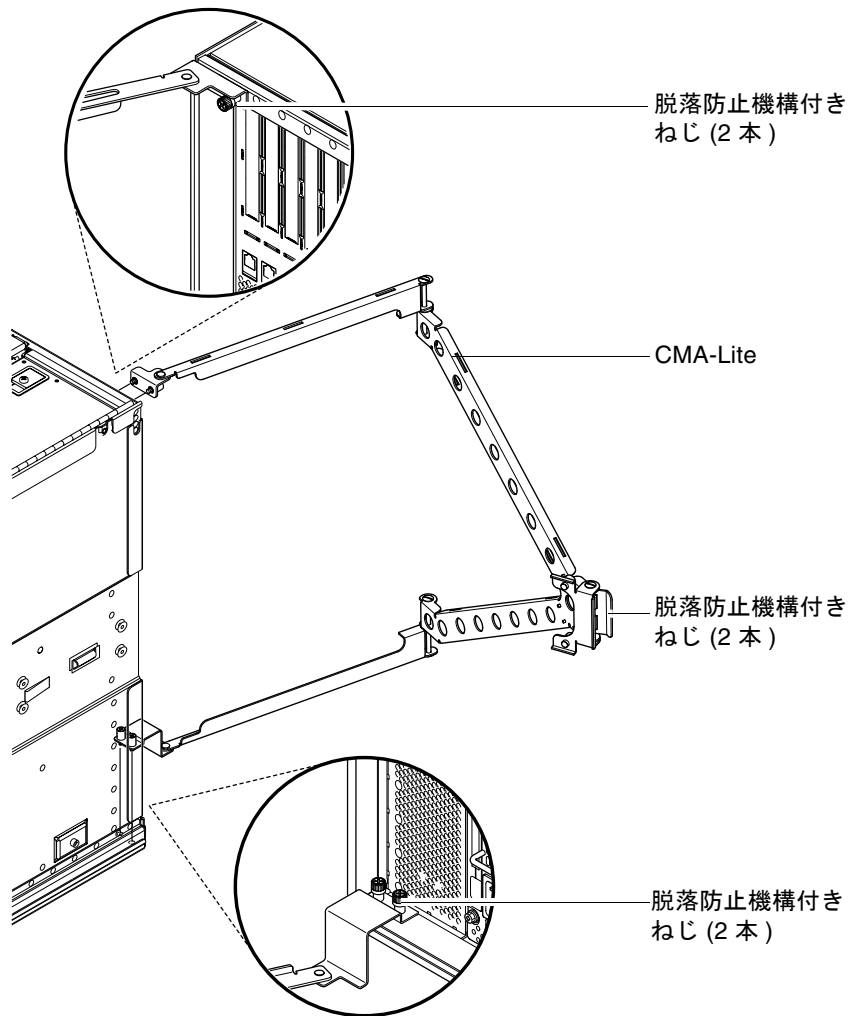

図 1-18 CMA-Lite ケーブル管理アーム
1. 2本の脱落防止機構付きねじを使用して、上のアームの端のピボットをシステムの背面の上部に固定します (図 1-18)。